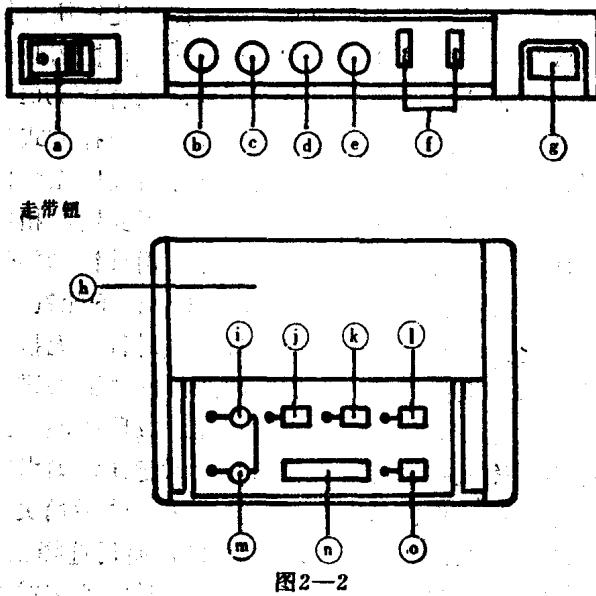

图2—2
NV-M7EN装置构成如图2—1所示。①白色平衡感应器窗 当白平衡处于自动方式时，该窗口感应拍摄画面的照明色温，提供给自动白平衡电路以实现白平衡自动调整。②电动变焦控制键。广角摄像时，按“W”方向。远距离摄像时，按“T”方向。③带大特写钮的手动变焦杆 此杆可实现手动变焦。当需拍摄大特写镜头时，可按下大特写钮，使得拍摄物体能在1.2米内调整焦点。④走带钮(图2—2)。⑤摄像机/录像机选择器盖 开始进行摄像录像以前，移动此盖盖住走带钮，使其无法使用。只有摄像机上的启动钮操作录像机的状态，重放、音频复制、磁带复制和其它录像机操作时，向上滑动此盖，此时可使启动/停止钮和用于摄像录
像其它操作控制无法实现。①录制键 同时按下录制键与音频复制键，机器进入视频音频暂停复制状态。②倒带/检索键 在录像机处于停止状态操作此键，磁带迅速倒回，转到带头时自动停止。在录像机处于重放状态操作此键，磁带以3倍正常速度进行回转检索放像。③重放键 按下此键，机器进入重放状态。放像至带尾时，自动倒带。④快进/检索键 录像机处于停止状态操作此键，磁带迅速前进，转到头后自动停止。在录像机处于重放状态操作此键，磁带以3倍正常速度进行前进检索放像。⑤音频复制键 音频复制的音源可以由内设话筒或外接话筒提供。同时操作复制键和放像键以实现编辑功能。⑥停止键 操作此键，可中止走带状态。⑦暂停/静像键 当机器处于放像状态时，按下此键可观赏静止画面。再按一次机器又进入放像状态。⑧镜头盖。⑨镜头遮光罩。⑩焦点调整环 当聚焦方式选择开关置于手动时。可用此环手动聚焦。此环在自动聚焦效果不好时使用可随意聚焦。⑪快速变焦环 使用此环可实现手动变焦。⑫一般操作控制钮（图2—2）：⑬操作开关控制机器的主要工作电源。